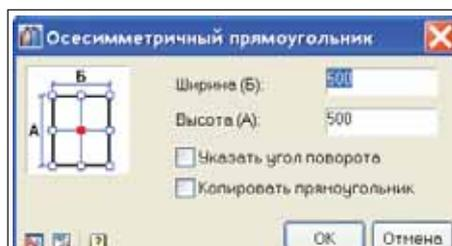

Рис. 4. Асимметричный прямоугольник
- асимметричный прямоугольник (для его создания достаточно указать размеры и точку вставки – в СПДС GraphiCS она находится в центре, что упрощает привязку к координационным осям (рис. 4)).